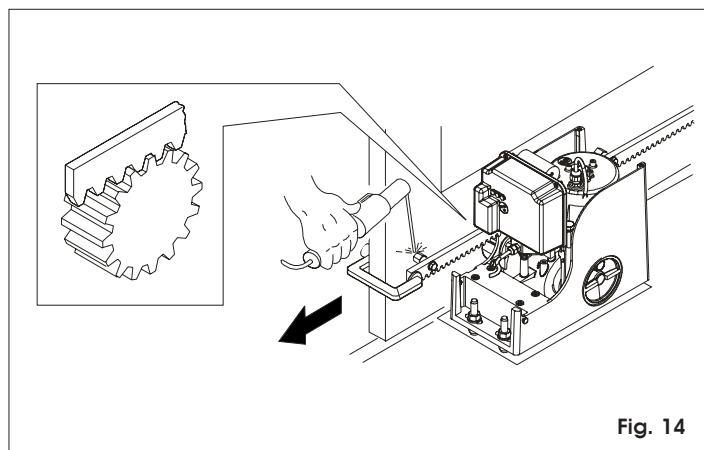

Fig. 14
- 3) Appoggiare sul pignone il primo pezzo di cremagliera a livello e saldare il nottolino filettato sul cancello come indicato in Fig.14.